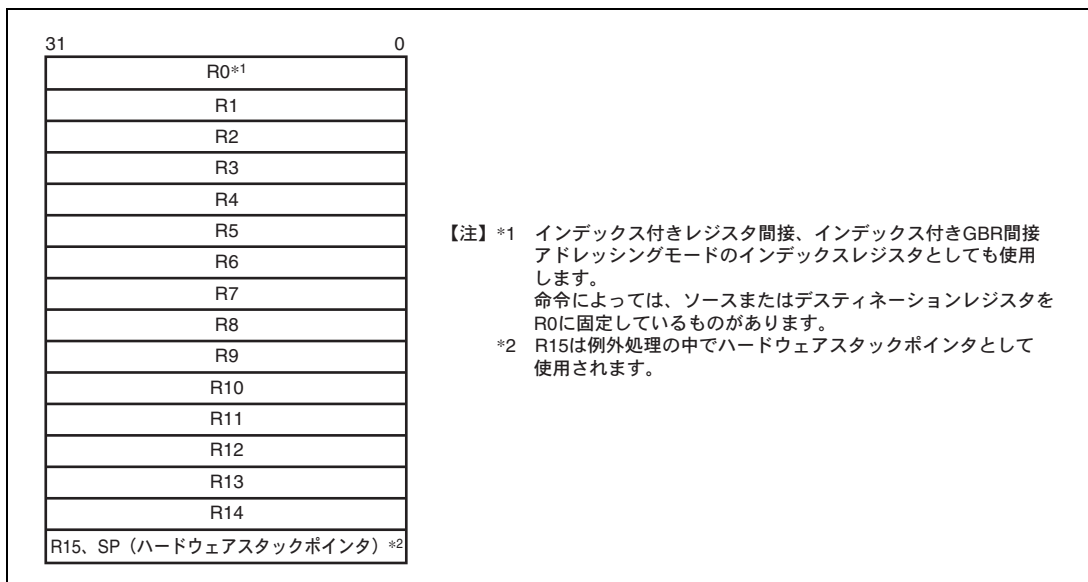

図 2.2 汎用レジスタ
図 2.2 に汎用レジスタを示します。汎用レジスタは 32 ビットの長さで、R0 から R15 までの 16 本あります。汎用レジスタは、データ処理、アドレス計算に使われます。R0 は、インデックスレジスタとしても使用します。いくつかの命令では使用できるレジスタが R0 に固定されています。R15 は、ハードウェアスタックポインタ (SP) として使われます。例外処理でのステータスレジスタ (SR) とプログラムカウンタ (PC) の退避、回復は、R15 を用いてスタックを参照し行います。